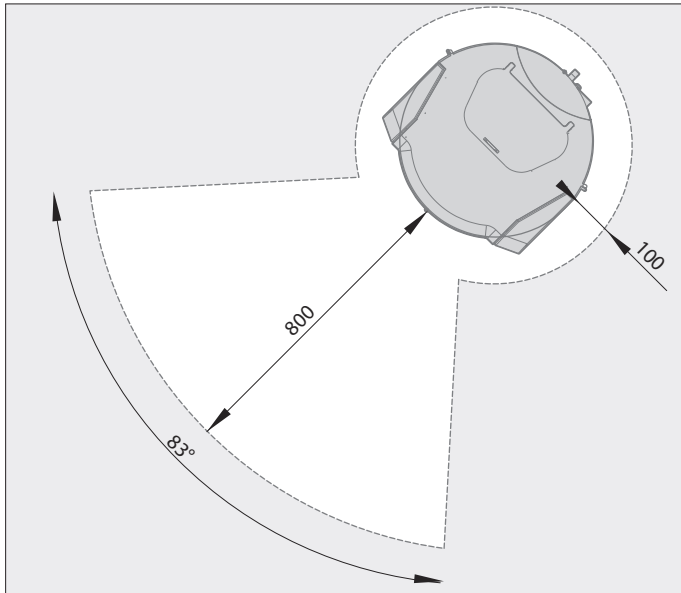

Abb. 3.1 Wärme-Strahlungsbereich
- Beachten Sie, dass sich im Strahlungsbereich des Kamins keine Gegenstände aus brennbaren Stoffen befinden oder abgestellt werden (siehe Abb. 3.1)!